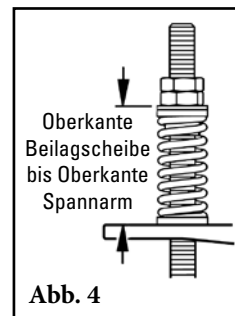

Abb. 4
- Die richtige Spannung am Abstreifblatt wieder einstellen.** Die für die jeweilige Blattbreite erforderliche Federlänge/Spannung der Tabelle unten entnehmen. Beim PST den Schwenkarm leicht in Richtung des Endes des Spannarm-Langlochs ziehen, das der Steckachse am nächsten ist und an den Stellmuttern drehen, bis die erforderliche Federlänge erreicht ist (Abb. 4). Die Kontermutter festziehen.